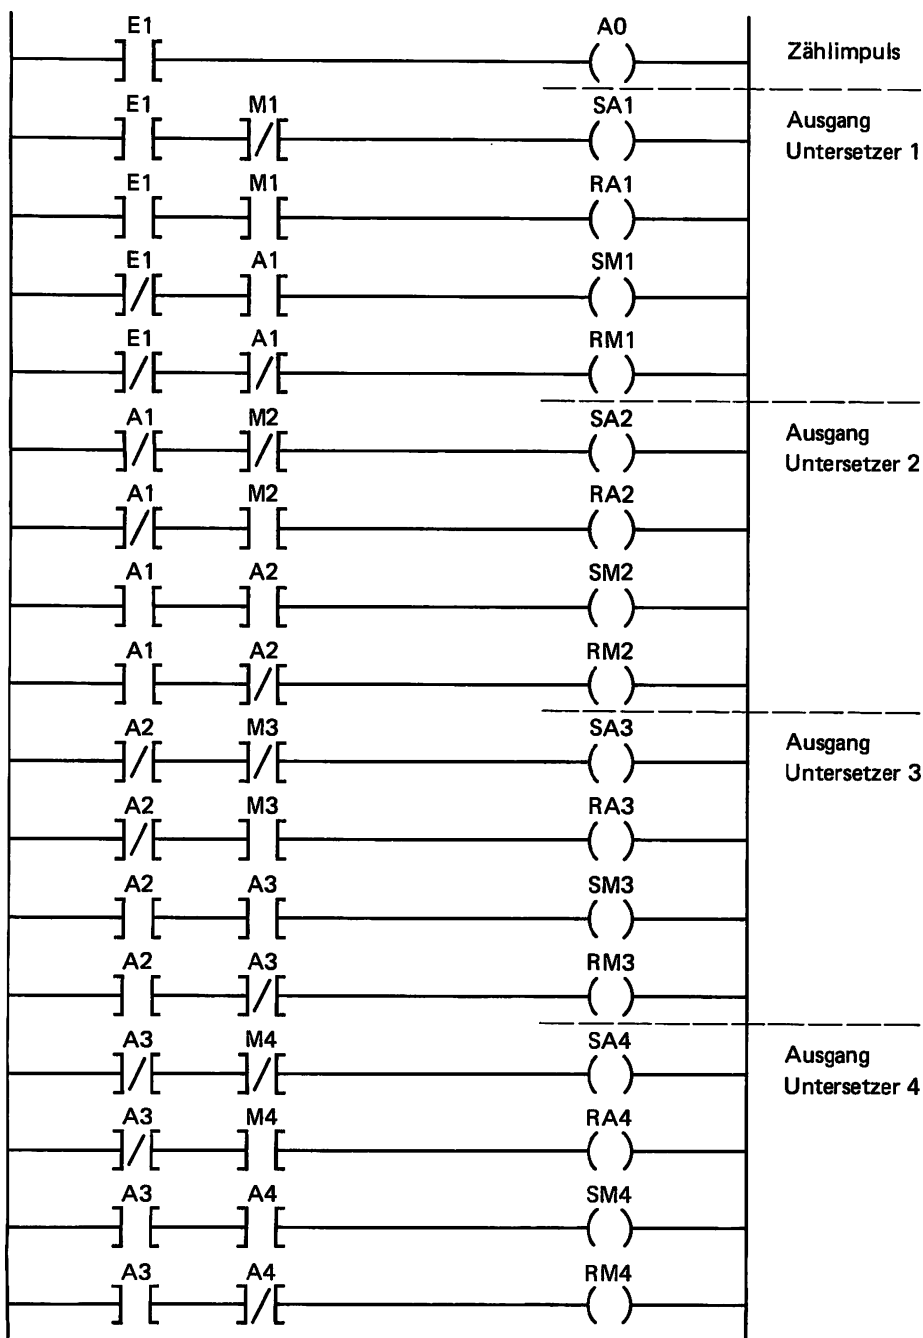

Bild E77.1
- c) Nach dem Programm ist der in Bild E77.1 wiedergegebene KOP entwickelt.